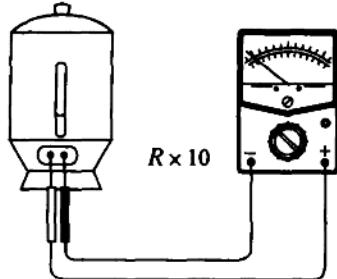
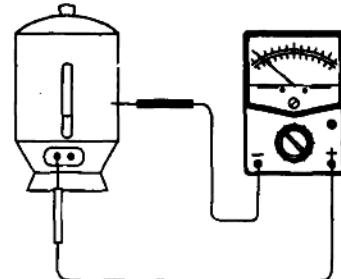

图 1-1-2 测电热杯底座铜柱间阻值
图 1-1-3 测电热杯绝缘电阻
(2) 判断电热杯好坏：见图1-1-2、图1-1-3、表1-1-1。